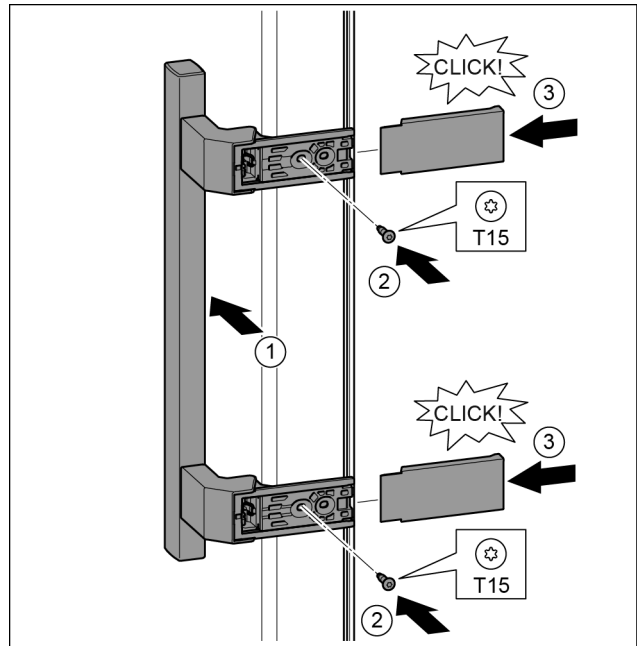

Fig. 34
- ▶ Поставете дръжката от другата страна. Fig. 34 (1)
- ▶ С отвертка T15 затегнете винтовете. Fig. 34 (2)
- ▶ Поставете отстрани капците и ги нахлузете. Fig. 34 (3)